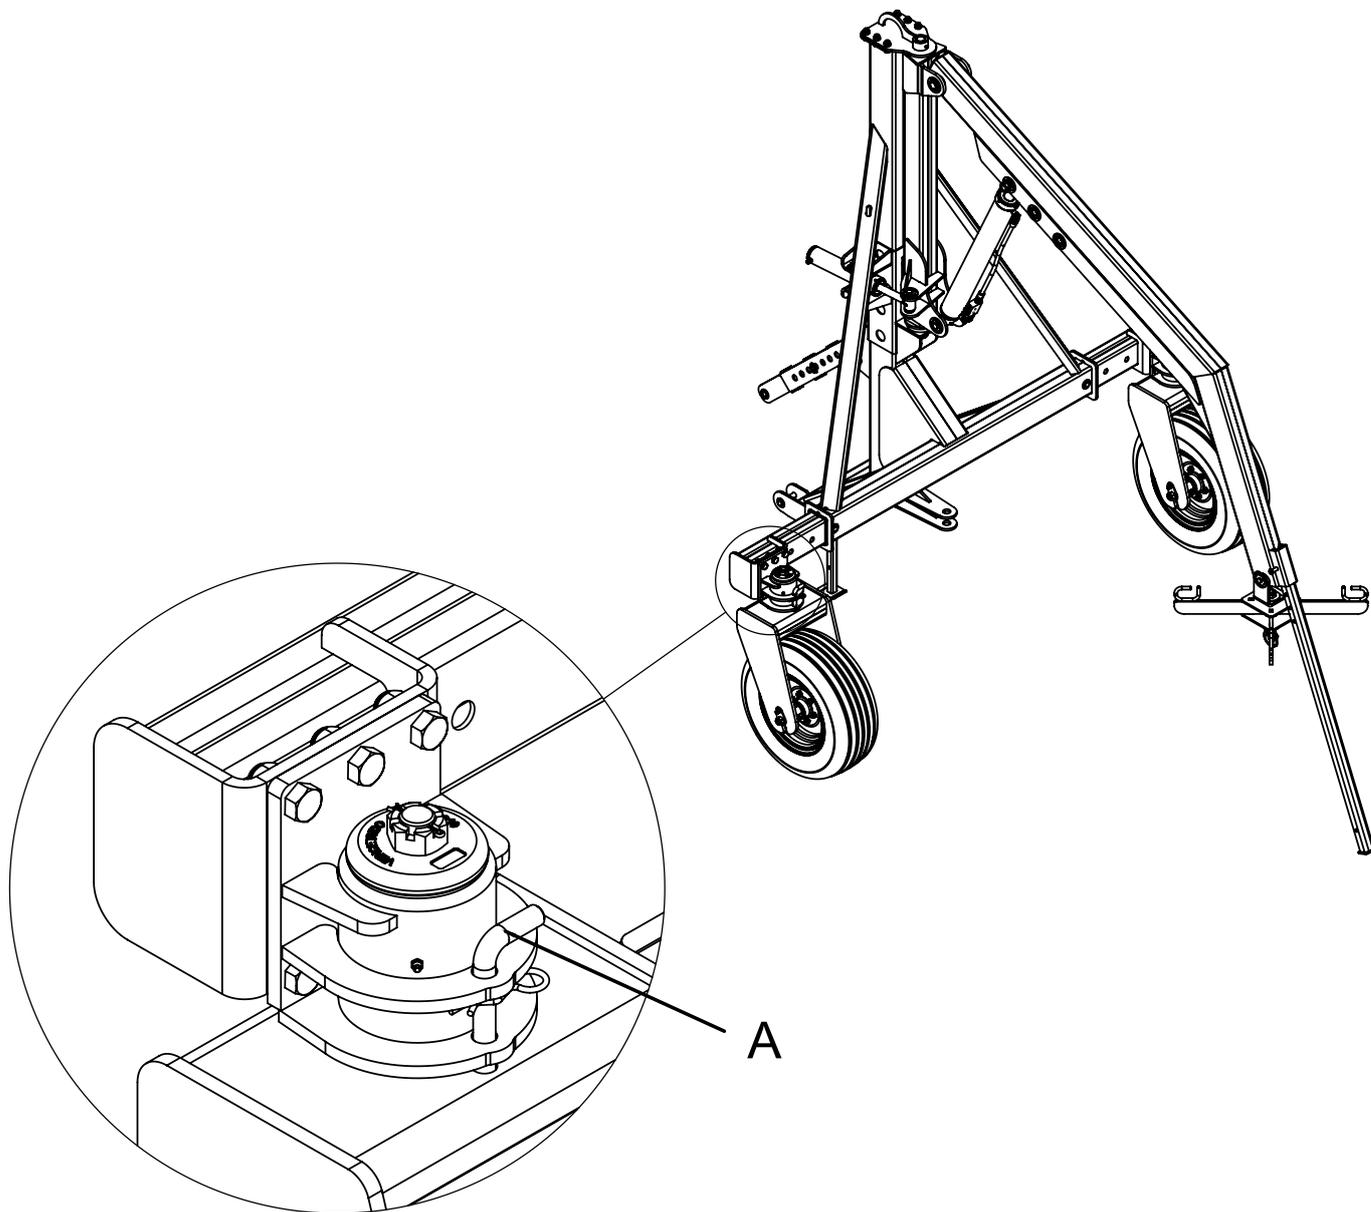

fig. 04
Os guinchos *BRAVO 2000* possuem pinos travas (A) (fig. 04) em seus rodados, possibilitando assim melhor estabilidade no transporte dos mesmos acoplados no trator.